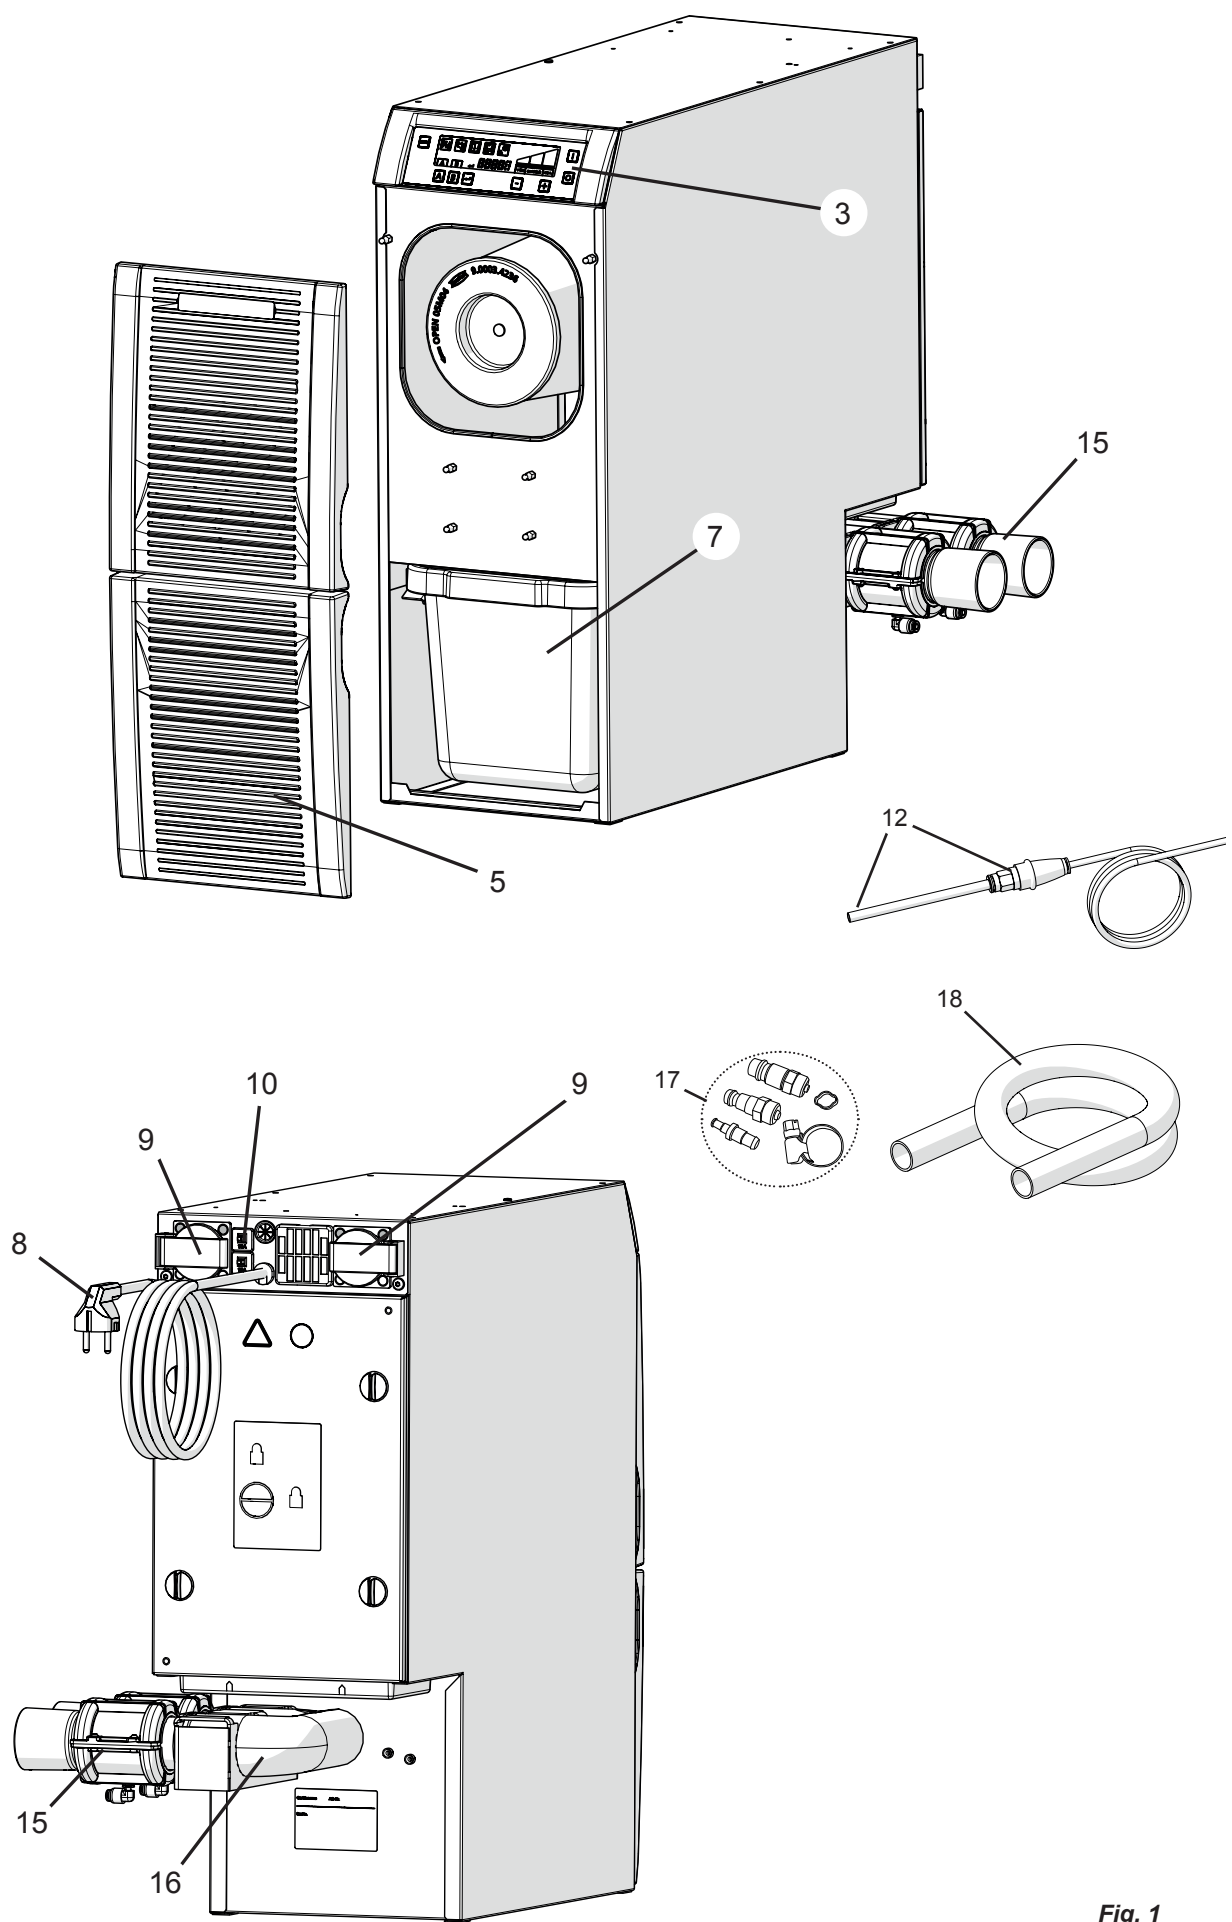

Fig. 1
siehe Fig. 1 (auf Umschlagseite)
- ⇒ Am Druckluftnetz anschließen, ggf. Anschlusset (17, Abb.1) verwenden.